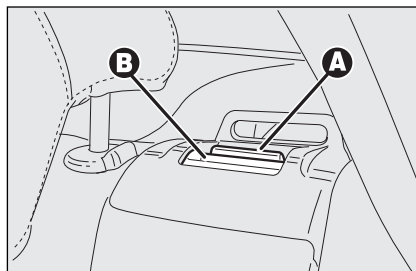

fig. 6
- zet de hendel **A-fig. 6** van de rugleuningvergrendeling omhoog om respectievelijk het linker- of het rechterdeel van de rugleuning te ontgrendelen en dit naar voren te klappen. Als de borghendel omhoog staat, is er een "rode band" **B** zichtbaar.
WAARSCHUWING Als de rugleuning goed is vergrendeld, dan is de “rode band” **B-fig. 6** op de zijkant van de hendels **A** niet meer zichtbaar. Als de “rode band” zichtbaar is, is de rugleuning niet goed vergrendeld. Als de rugleuning in de normale gebruiksstand wordt gezet, controleer dan of de rugleuning hoorbaar vergrendelt.